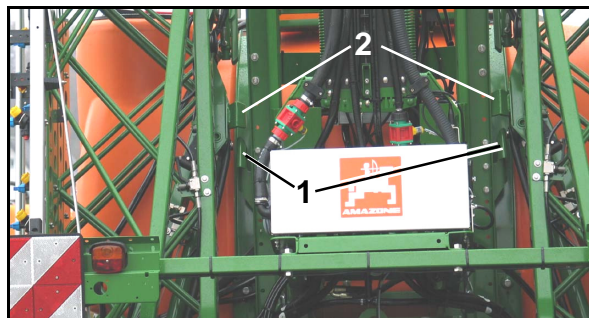

Fig. 145
1. Heben Sie das Spritz-Gestänge über die Höhen-Verstellung an (Funktionsfeld ) , bis die Fanghalter (Fig. 145/1) die Fangtaschen (Fig. 145/2) freigeben.
Fig. 145 zeigt das entriegelte Spritz-Gestänge